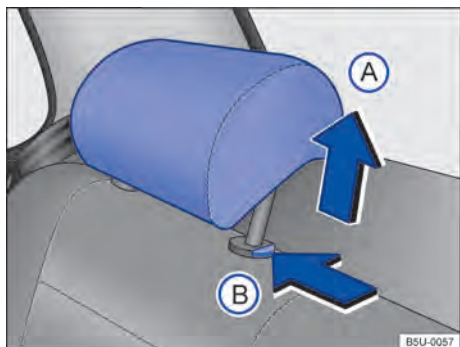

Fig. 59 Apoyacabezas traseros: desinstalar.
- Empuje el apoyacabezas hacia abajo con el botón → fig. 59 (B) presionado.
- Presionar la tecla → fig. 59 (B) en el sentido de la flecha. Retire el apoyacabezas presionando el botón.